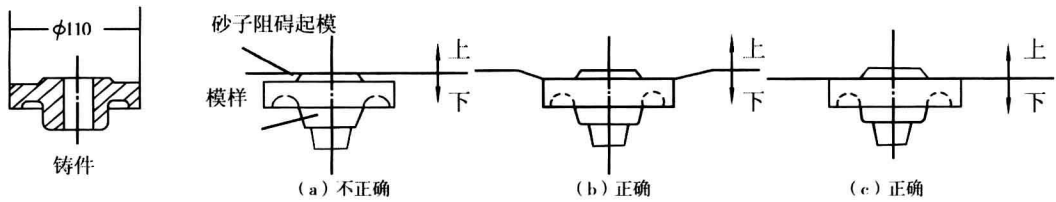

图 2-7 分型面应选在最大截面处
- (1)分型面是指上、下砂型的接触表面,表示方法如图 2-7 所示。